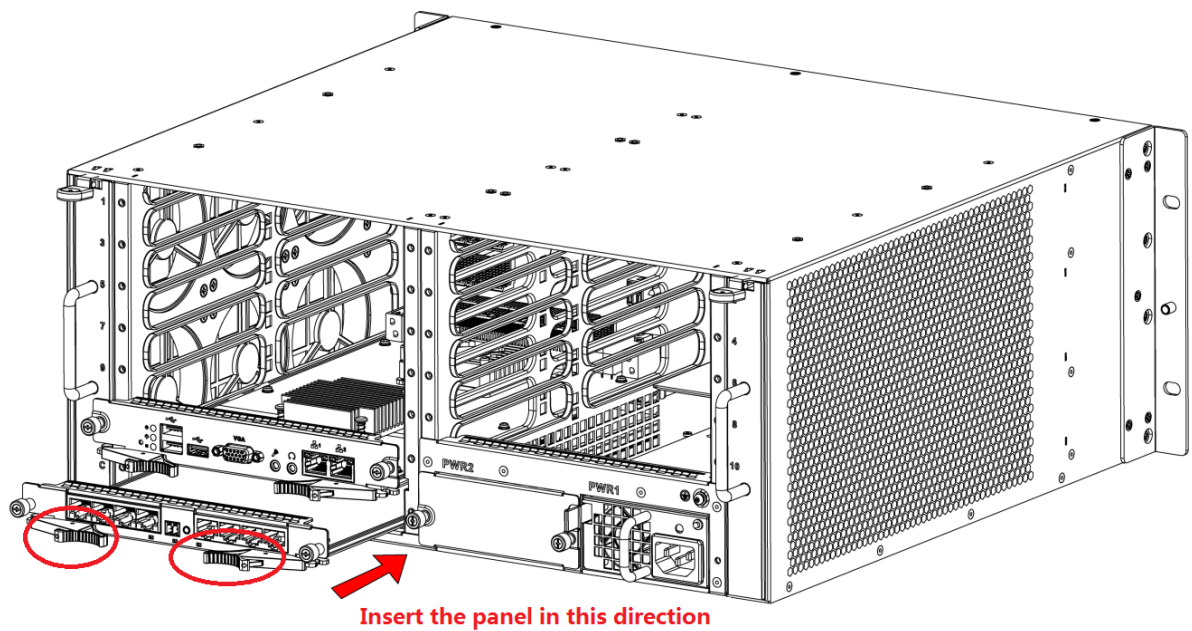

Figura 1-6
Paso 2 Inserte el panel de control principal y el panel de control en las ranuras de la caja de acuerdo con la Figura 1-6 y apriete los tornillos.